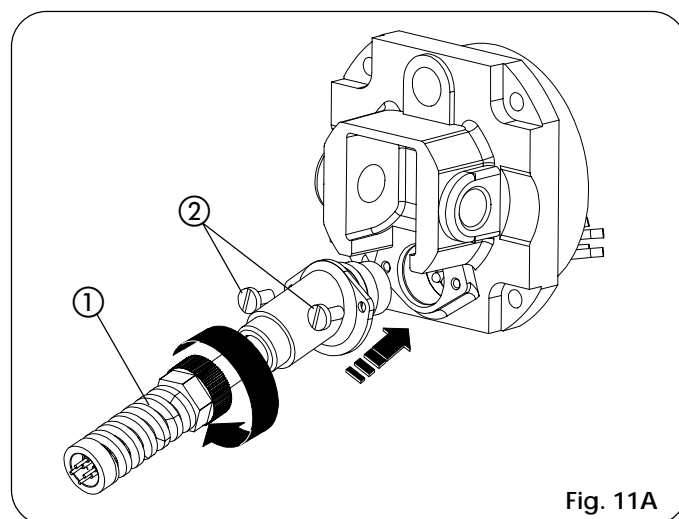

Fig. 11A
- A) Placer les deux entretoises anti-vibratiles ② sur la bride antérieure.
- B) Introduire le carter en le pressant avec force dans le couvercle postérieur ①.
- C) Fixer le carter avec la vis autotaraudeuse ③.
- D) Placer le couvercle antérieur ⑤ sur le carter et bloquer avec le bouchon FIX ④.
- 12) Monter le protège-câble électrique (réf. ①, Fig. 11A).
- Connecter le câble d'alimentation de l'opérateur (Fig. 11A).
- Visser les vis (réf. ②, Fig. 11A).